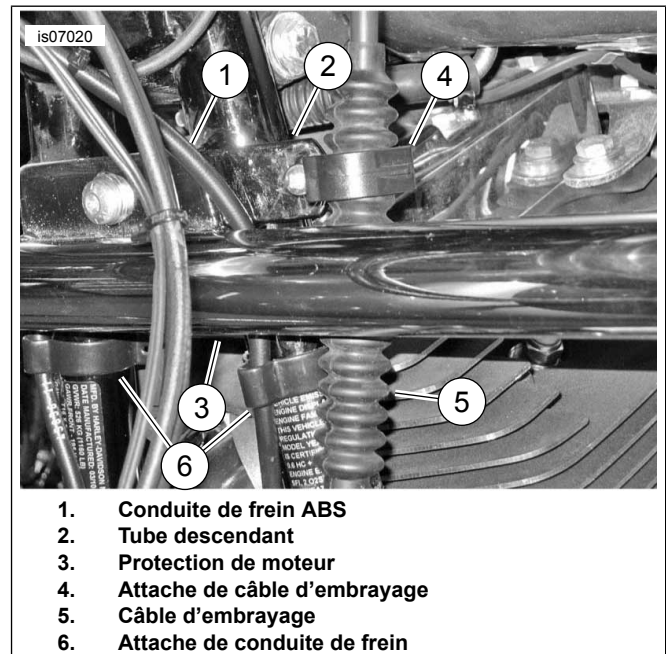

Figure 1. Acheminement de conduite de frein et de câble d'embrayage
1. Voir Figure 1. Vérifier la position de l'attache de câble d'embrayage (4). L'attache doit dépasser à l'extérieur. Si ce n'est pas le cas, tourner l'attache de 180 degrés de la manière suivante :
- a. Ouvrir l'attache du câble d'embrayage (4) sur le tube descendant de gauche (2) et retirer le câble d'embrayage (5) de l'attache.
Voir Figure 1. Lors de l'installation de la protection du moteur sur les modèles à freins ABS, faire passer la conduite de frein (1) à l'extérieur du tube de cadre et sous la protection du moteur (3), tel qu'illustré. Tourner les attaches de retenue de conduite de frein (6) tel qu'illustré pour permettre l'acheminement adéquat de la conduite de frein.